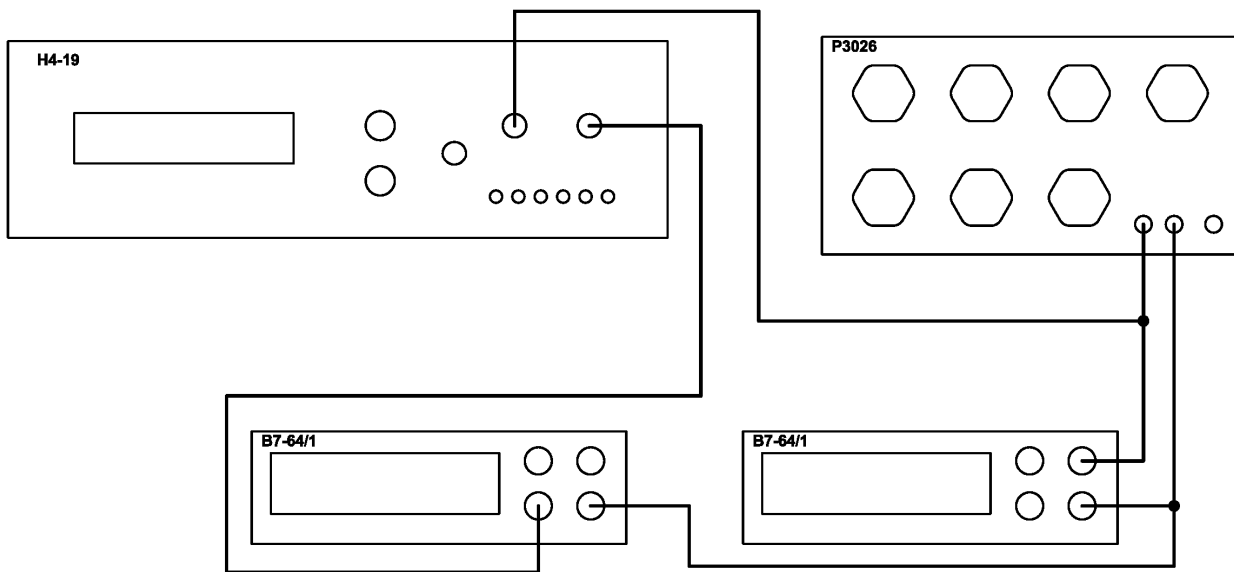

Рисунок 2.3
4.3.4. Проверку воспроизведения силы постоянного тока при максимальном падении напряжения на нагрузке проводят с помощью двух мультиметров В7-64/1 один из которых используется для измерения силы тока в цепи нагрузки, а второй для измерения падения напряжения на ней. В качестве сопротивления нагрузки используется мера электрического сопротивления многозначная Р3026. Схема соединения приборов приведена на рис. 2.3.